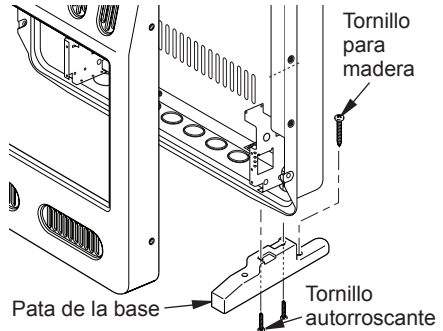

Figura 13 - Instalación de las patas de la base
3. Alinee los orificios en la pata de la base con los orificios de montaje en la parte inferior del gabinete (consulte la figura 13).
4. Coloque nuevamente el calentador con las patas de la base sobre los orificios. Asegure la base al piso con tornillos para madera. Consulte la figura 13.